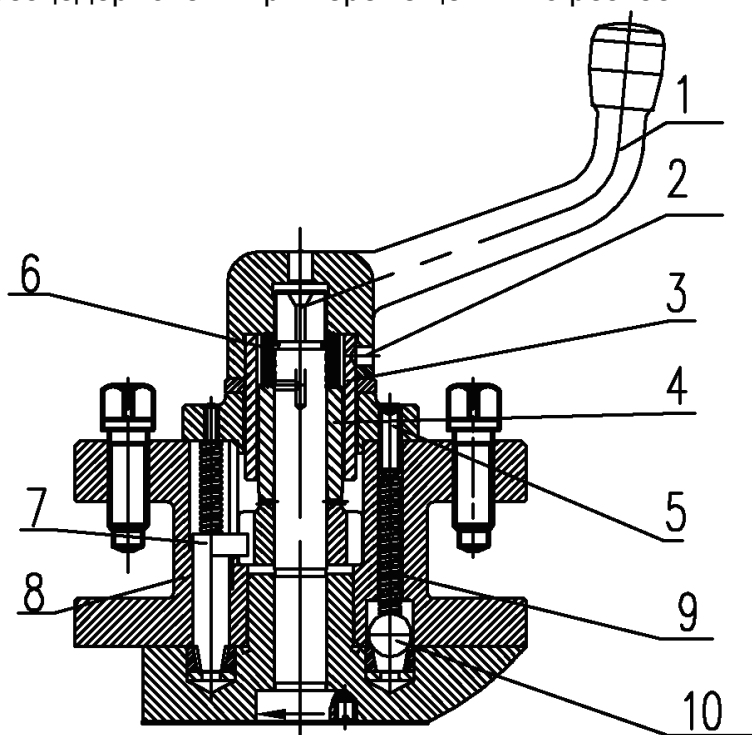

Рис. 12: Устройство резцедержателя
7.4.1. Прямоугольный резцедержатель (рис. 12)